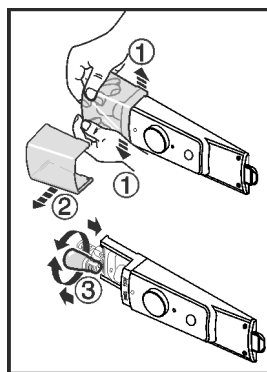

Fig. 14
- ▶ Kryt lampy podľa obrázka, vo vnútri, v prednej oblasti rozlaďte Fig. 14 (1) a kryt stiahnite nabok Fig. 14 (2).
- ▶ Vymeňte žiarovku. Fig. 14 (3)